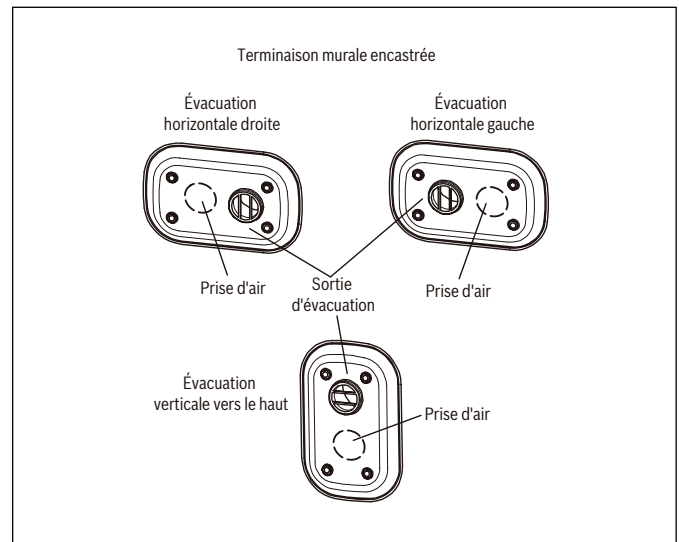

Figure 36
- Le tuyau d'évacuation peut être situé horizontalement à gauche, à droite ou verticalement du tuyau d'admission d'air. Voir Fig.36.